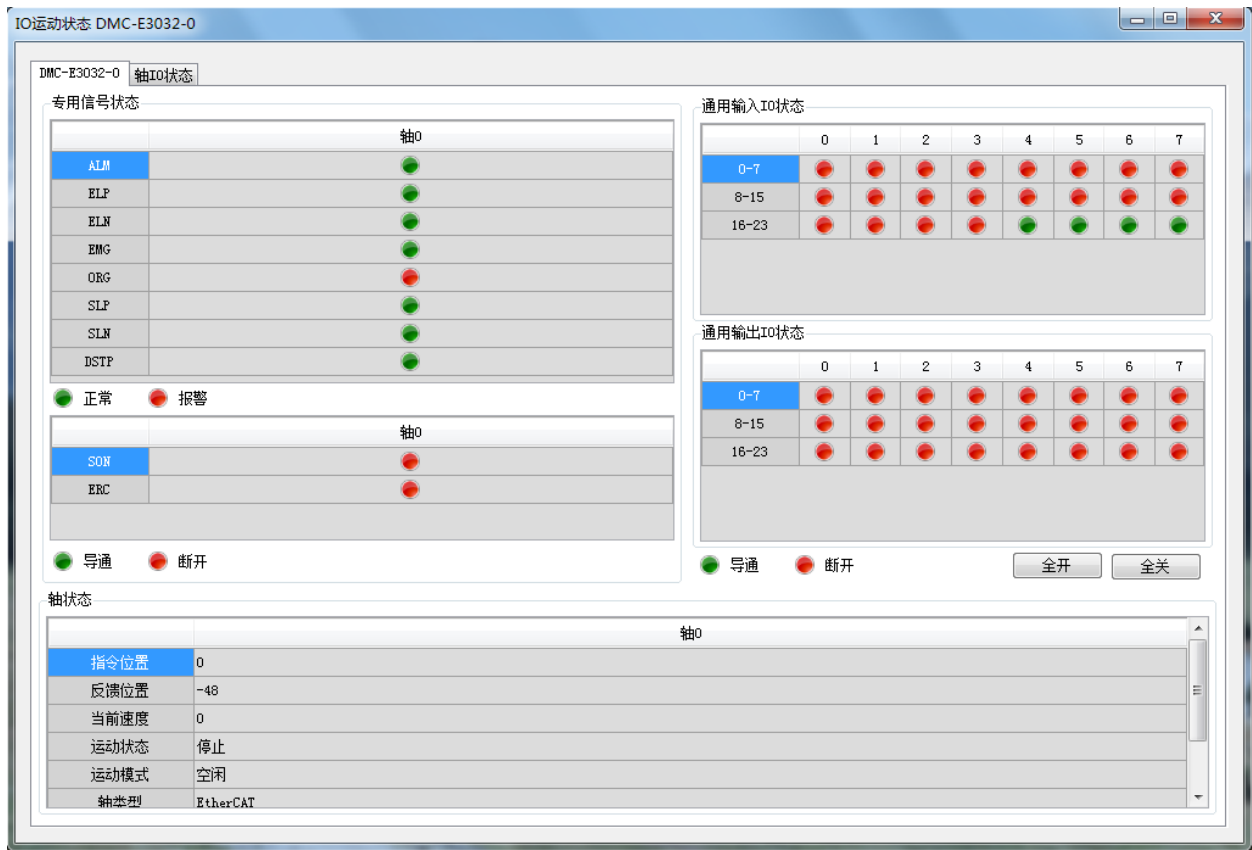

图 3.9. “专用信号状态” 页面
3. 测试输入信号。在主页面上点击“运动状态”按钮，进入到如图 3.9 所示界面。